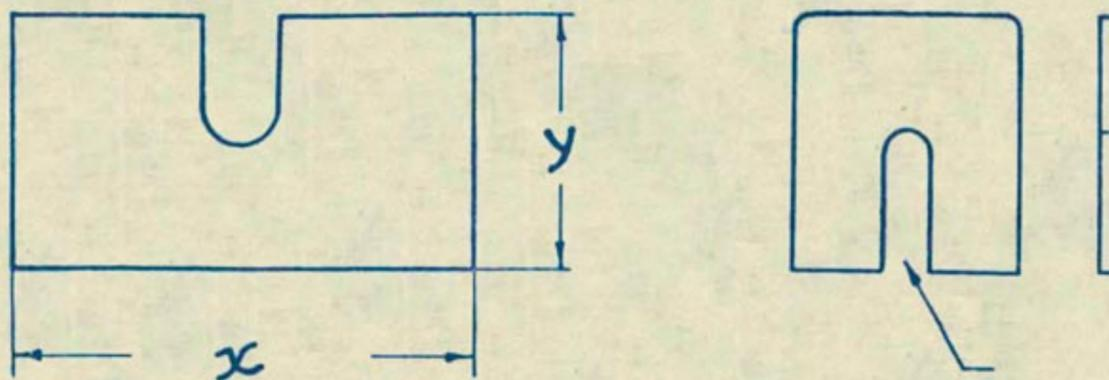

Figura 51
1. Paso: Corte láminas suplementarias. (Figura. 51)